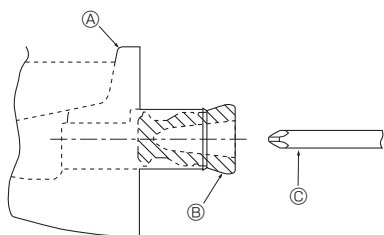

Fig. 5-1
- För dränering på vänster sida, kom ihåg att sätta i gummipluggen i den högra dräneringsöppningen. (Fig. 5-1)